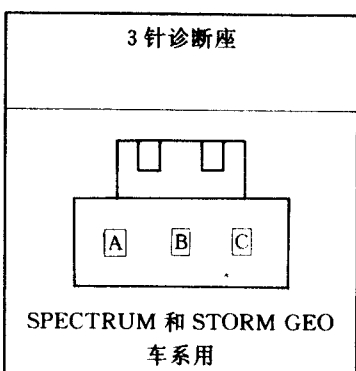

图 1-5
(4) 3 针诊断座(SPEC-TRUM 和 STORM GEO 车系用)(图 1-5)